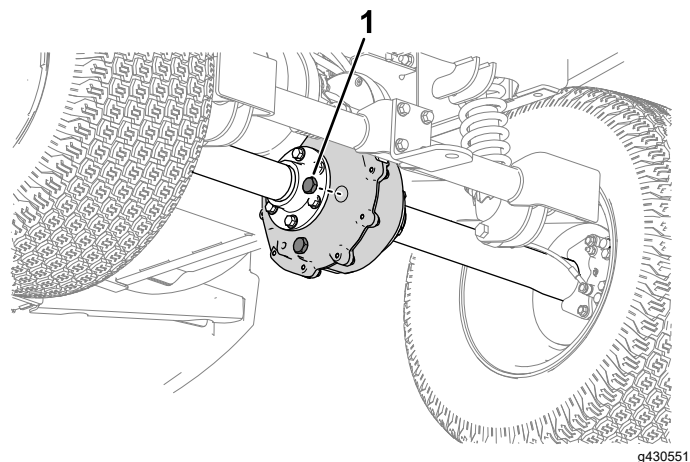

図 46
1. トランスアクスルについている補給プラグを外す図 46。
2. 液面が低い場合は、フィルプラグを取り外し、指定された液[トランスアクスルオイルの交換 (ページ 39)に表示]を穴からなくなるまで追加する(図 46)。